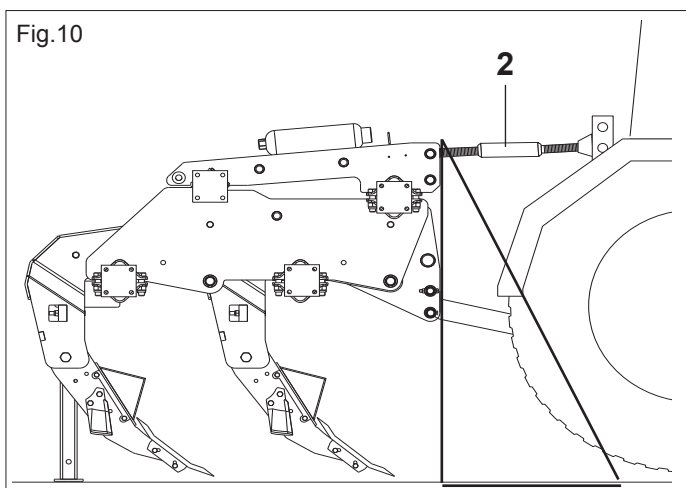

Fig.10
- 2) Relier le troisième point supérieur (2 Fig.10); bloquer la cheville par la goupille "ad hoc"; positionner le semoir perpendiculairement au sol (2 Fig.10) par l'entretoise de réglage.